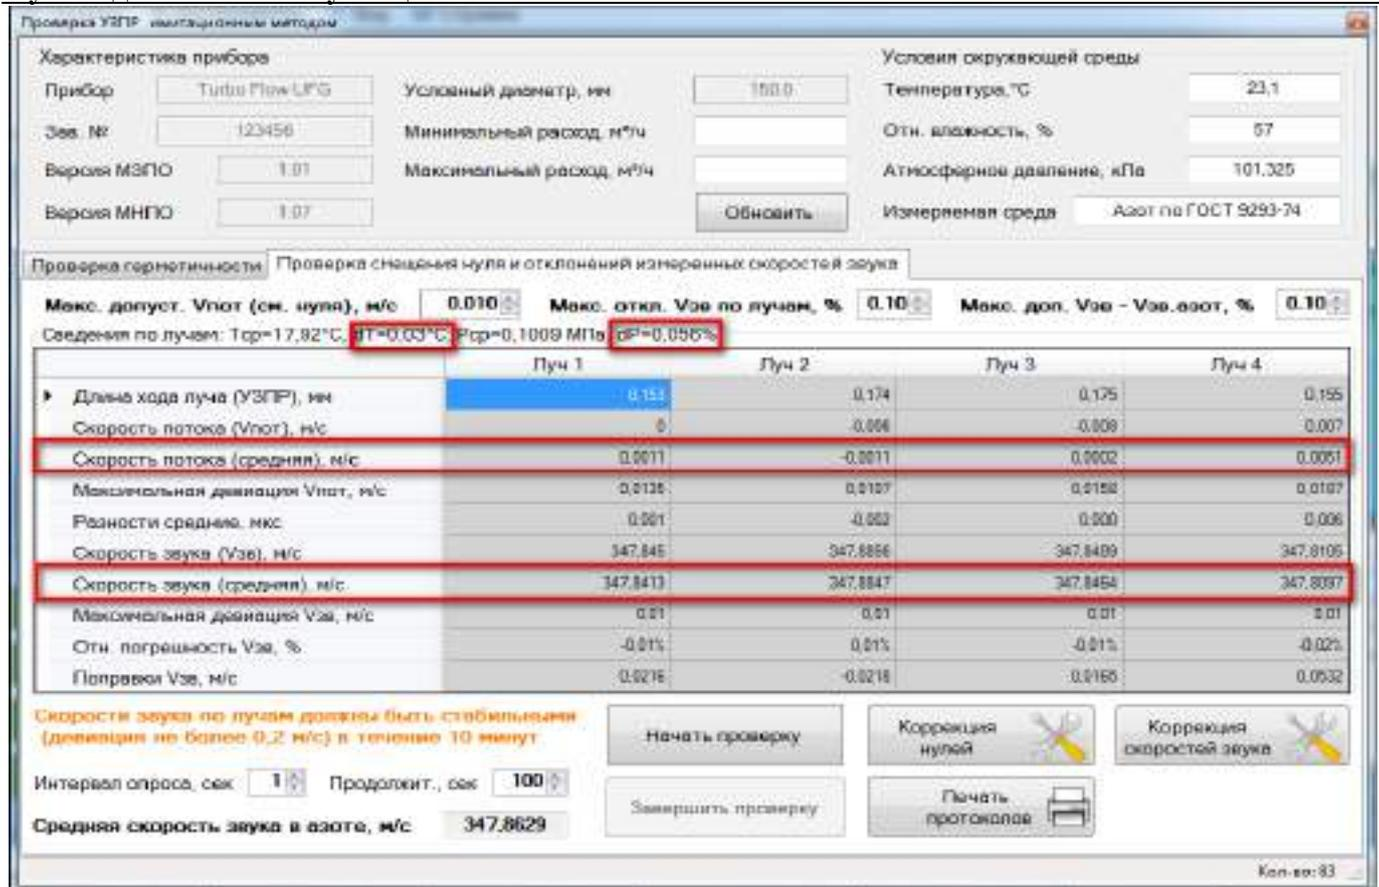

Рисунок 3.1 – Проверка расходомера имитационным методом
3. В открывшемся окне перейти на закладку "Проверка смещения нуля и измеренных скоростей звука" (Рисунок 3.1).